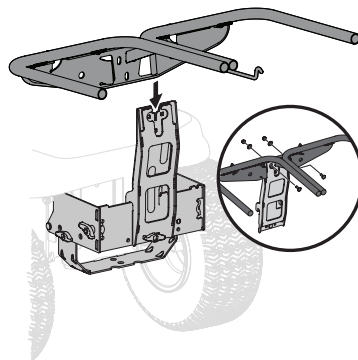

Figure 10
1. Fixez le support du sac à herbe (683-04461C) au support vertical avec 2 boulons de carrosserie (710-0276), 2 rondelles à collerette (736-0242) et 2 écrous autobloquants (712-04063) du kit de quincaillerie (689-02364). Voir Figure 10.